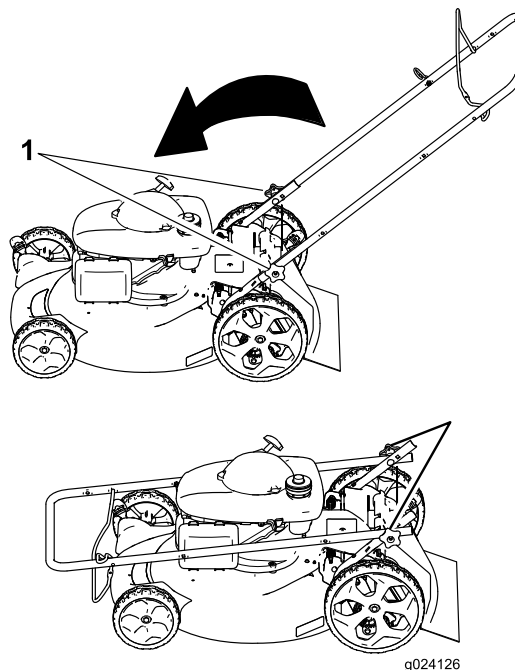

Figure 15
1. Desserrez les boutons du guidon jusqu'à ce que le guidon bouge librement (Figure 15).
1. Bouton du guidon (2)
2. Rabattez le guidon en avant comme indiqué à la Figure 15.